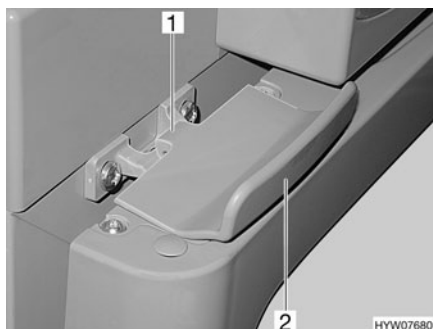

Fig. 205 Bloqueo de la puerta del frigorífico, cerrado (Thetford)
- Abrir la puerta del frigorífico con el tirador (Fig. 205,2). El bloqueo (Fig. 205,1) se abre automáticamente.